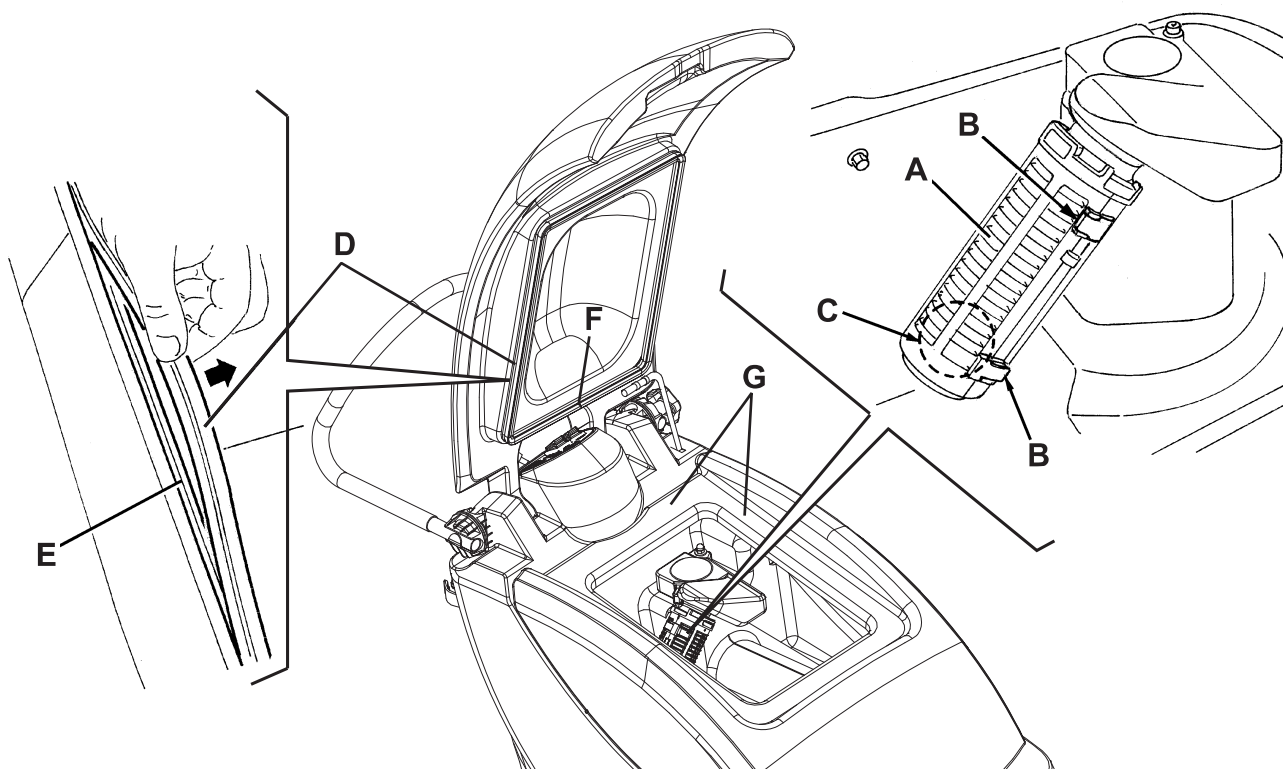

Abbildung 5
2. Überprüfen, ob das Netzkabel (21) vom Stromnetz getrennt ist.
3. Deckel (6) öffnen und Deckel, Tanks (26 und 27) sowie Ansauggitter (36) mit Frischwasser reinigen und ausspülen. Das Wasser durch das Ablassrohr (16) und das Ventil (18) ablassen.
4. Falls erforderlich, Haltevorrichtungen (B, Abb. 5) lösen, Gitter (A) öffnen und Schwimmer (C) entnehmen. Sorgfältig reinigen und wieder montieren.
5. Überprüfen, ob die Dichtung (D) des Schmutzwassertankdeckels unversehrt ist.